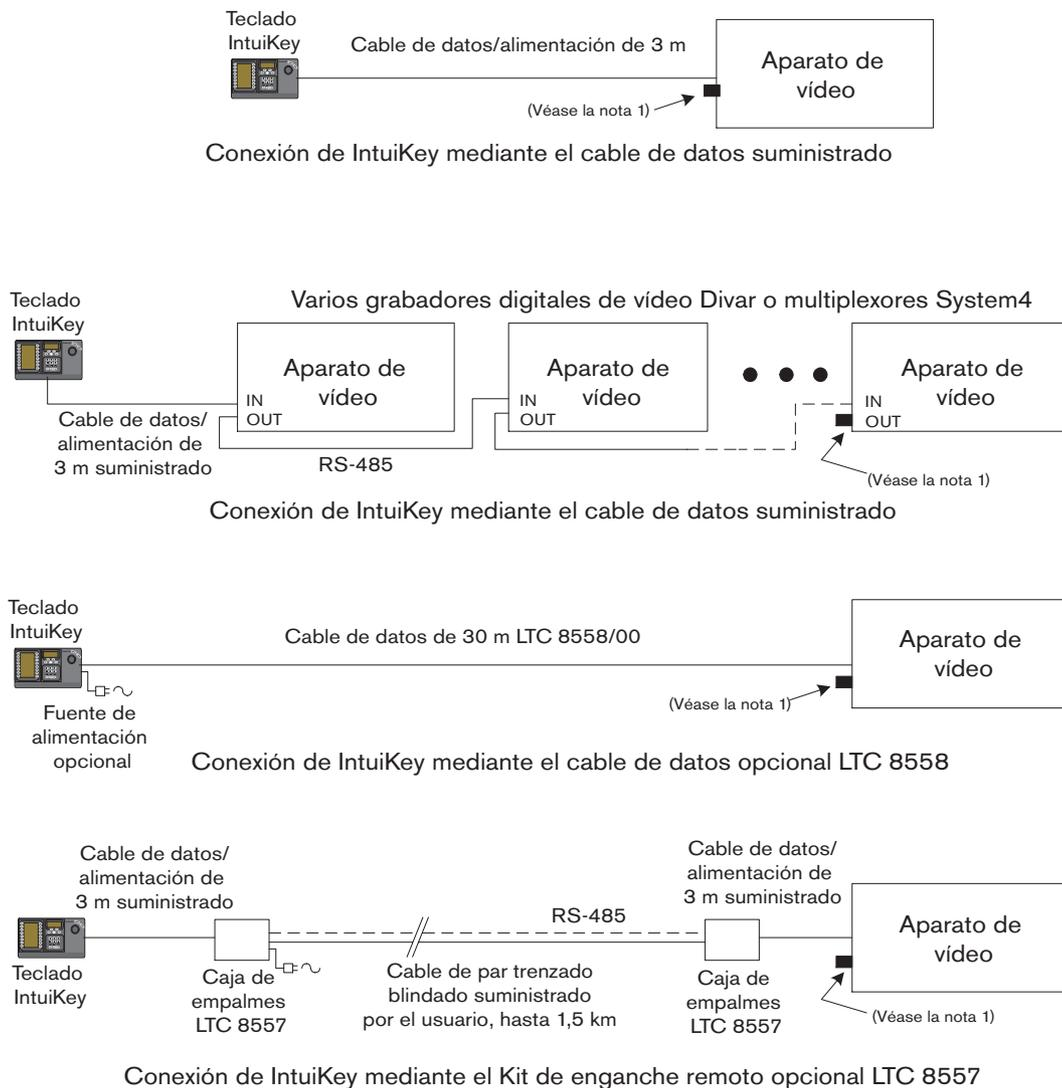

FIGURA 2-4 Opciones de conexión típicas del IntuiKey
3. Examine las opciones de configuración mostradas en la FIGURA 2-4. Basándose en estos diagramas, efectúe las conexiones necesarias de alimentación y de datos del teclado que sean más apropiadas para los requisitos de su sistema. En las conexiones de unidades de DVR Divar o multiplexores System4, utilice la terminación de 390 ohmios suministrada en el conector **Out** del último dispositivo.